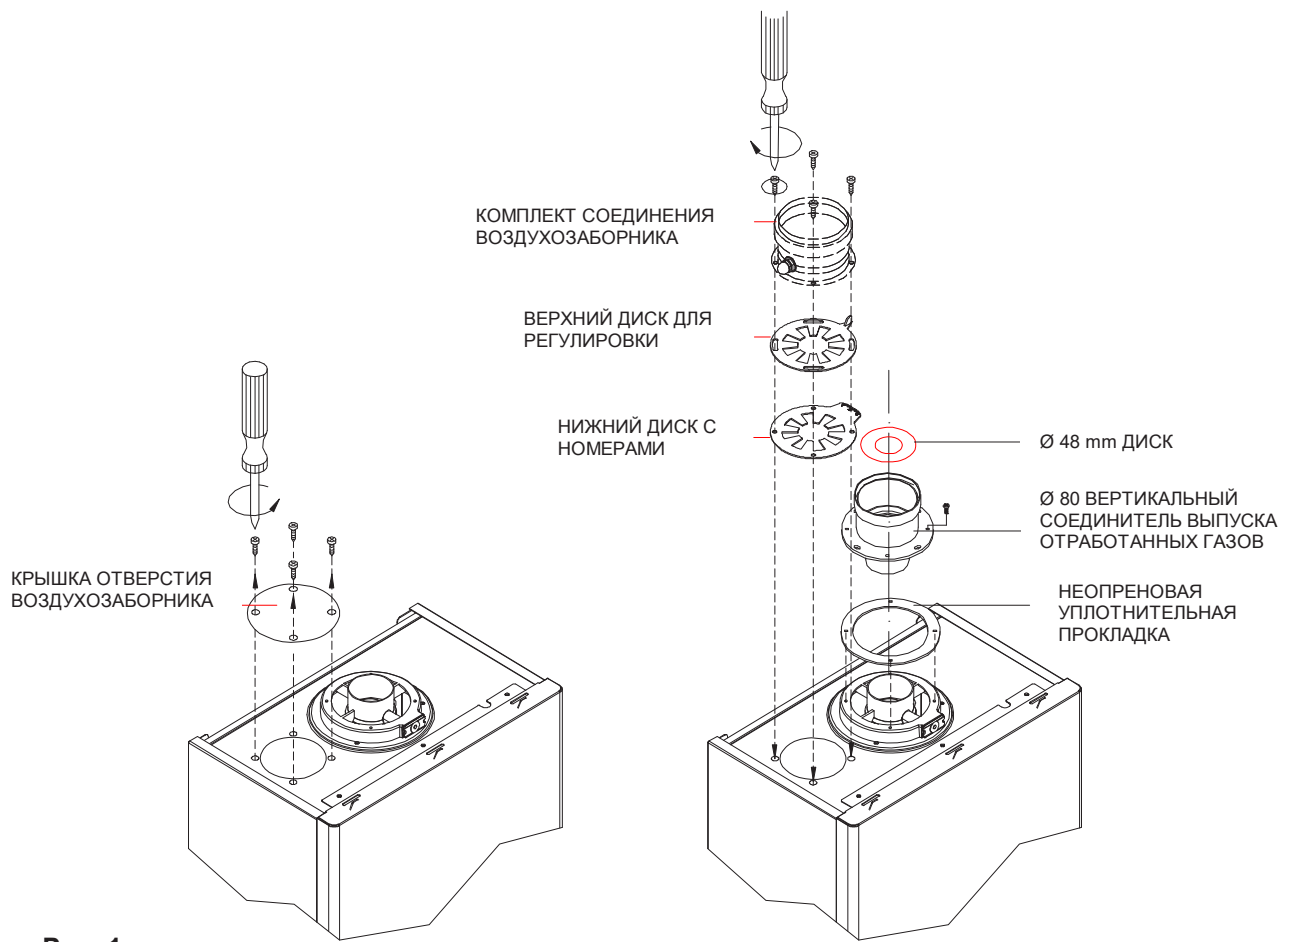

Рис. 1
До 0,5 + 0,5 м	1 2 3 ▲ С диском диам. 48 мм для отработанных газов (см. рис. 1 на стр. 23)
- Немного ослабьте колпачок автоматического воздухоотводчика для удаления воздуха из системы (рис. 1).